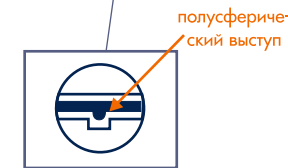

рис. 8
Чтобы изменить код: Нажмите на кнопку С и, не отпуская, аккуратно поменяйте местами пины, вынимая и вставляя их на нужное место пинцетом (7). полусферический выступ на плоскости пина должен совпасть с прямоугольной прорезью на корпусе замка. *рис. 8!* Красные пины отвечают за комбинацию замка. Последовательность их нажатия не важна. Выбрав необходимую комбинацию, приложите крышку на место и, аккуратно ее придавив, закрутите 4 шурупами. Установите замок на дверь. Перед набором, любого кода нажимайте кнопку с буквой «С». Проверьте, работает ли ваш новый код.